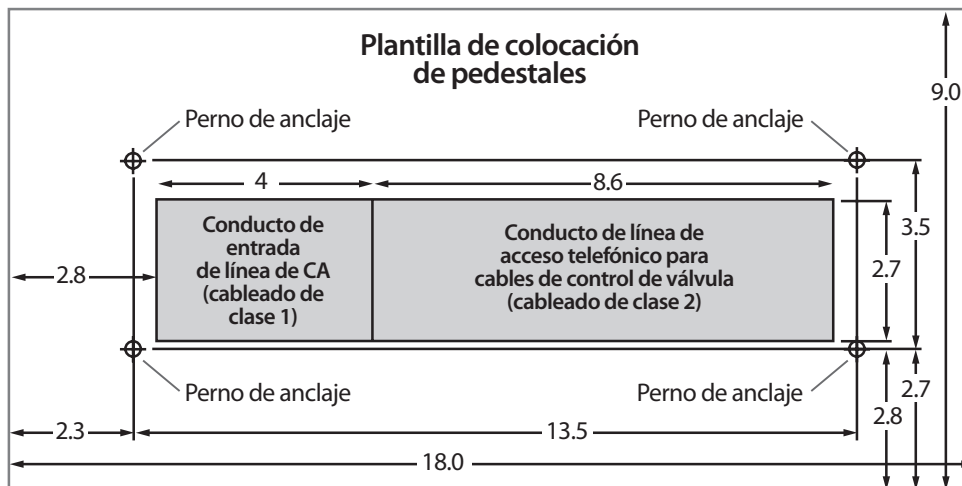

Figura 2
2. Es muy importante asegurarse de que los codos curvados estén colocados dentro de las huellas de la base del pedestal, marcadas como el área sombreada de la plantilla de colocación incluida. Los codos curvados para las conexiones de suministro de energía se deben instalar en la parte izquierda de la base y los codos para otro tipo de cableado en la parte derecha (ver Figura 2).
- Utilizando la plantilla de colocación incluida (Figura 2) para asegurar una alineación correcta, coloque cuatro pernos de anclaje de cabeza roja (incluidos) dentro de la base de hormigón.